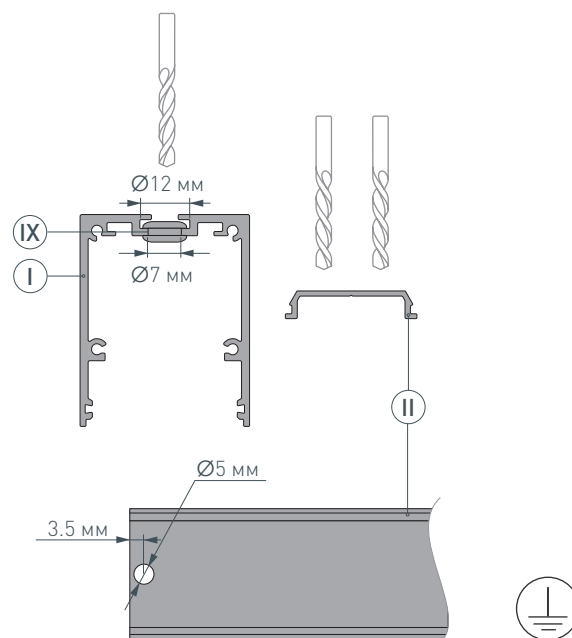

Рис. 1. Подготовка отверстия для вывода кабеля на основании для светодиодной ленты ②. Вид сверху
- 1** / Просверлите два отверстия $\varnothing 12$ мм и $\varnothing 7$ мм в профиле ① для вывода сетевого кабеля, а также для установки клемм заземления профиля и блока питания. Затем просверлите отверстие $\varnothing 5$ мм в основании для ленты ② для вывода кабеля питания светодиодной ленты, как показано на рис. 1. **Установите клеммы заземления профиля и блока питания.** Установите в профиле ①, в отверстии для сетевого кабеля силиконовую муфту ⑨.